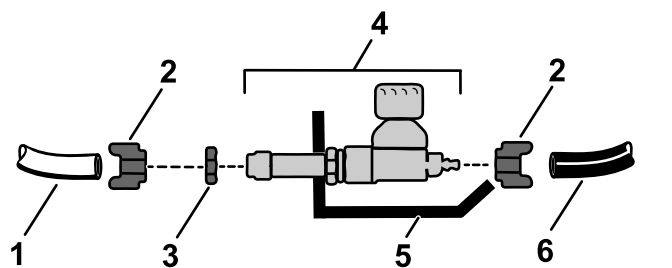

Рисунок 10
1. Ослабьте и выверните стяжные гайки с корпуса клапана (Рисунок 10).
2. Ослабьте и выверните зажимную гайку с клапана (Рисунок 10).
3. Используйте снятую ранее зажимную гайку для крепления клапана к его опоре (Рисунок 10).
4. Вставьте синюю трубку и белую трубку в стяжную гайку (Рисунок 10).
5. Прикрепите синюю и белую трубку к клапану, завернув стяжную гайку на клапане (Рисунок 10).